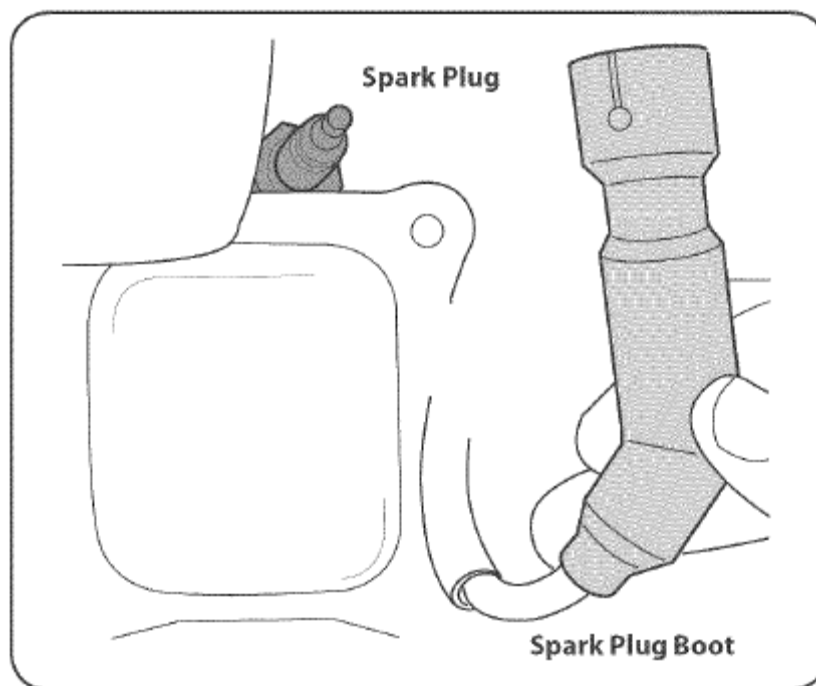

Рисунок 14
1. Снимите колпак со свечи зажигания и с помощью специального ключа демонтируйте свечу, см. рис. 14.